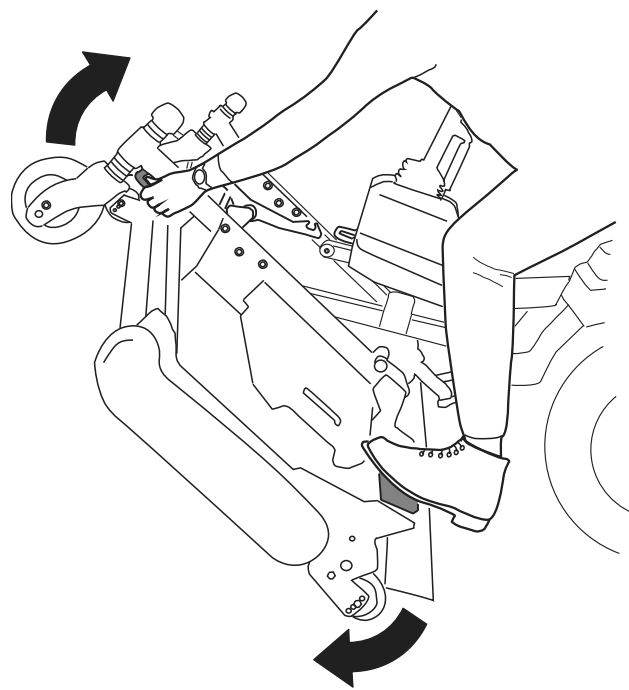
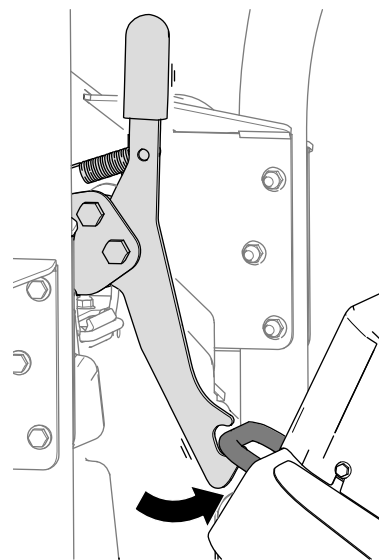

図 35
図 36
5. カッティングユニットを立てる 図 35と、ラッチがロープ掛けブラケットに掛かる 図 36。
1. ロープ掛けブラケットに掛かっているラッチを外す 図 37 カッティングユニットを少しだけ前に倒して 図 35、ラッチのハンドルを前方へ動かせばよい。